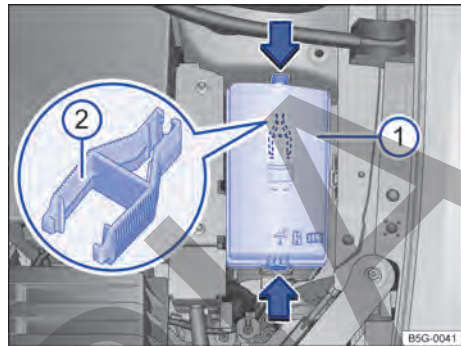

Fig. 165 En el compartimiento del motor: cubierta ① de la caja de fusibles con pinza de plástico ②.
- Presionar las trabas en el sentido de la flecha → fig. 165 ①, para desbloquear la cubierta de la caja de fusibles.
En el lado interno de la cubierta de la caja de fusibles en el compartimiento del motor puede haber una pinza de plástico → fig. 165 ② para retirar los fusibles.